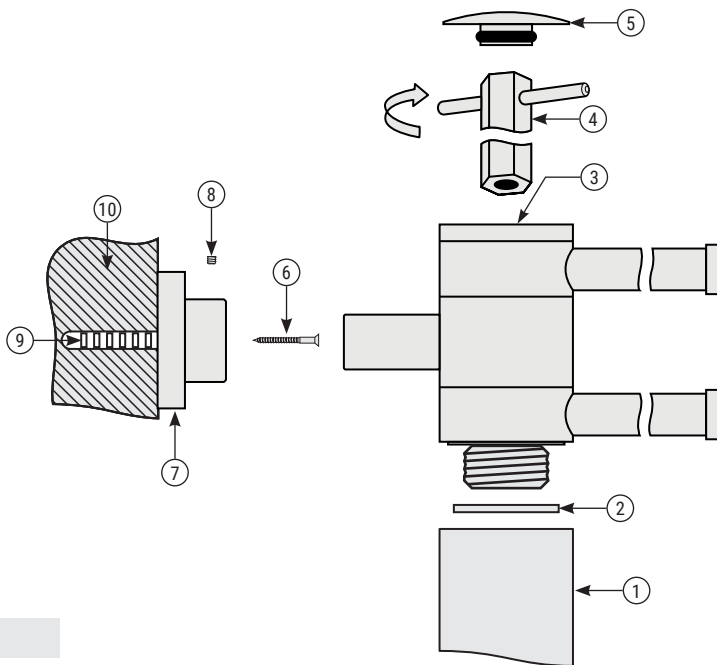

Рис. 1
1.2. Конструктивно полотенцедержатель имеет четыре модификации (рис. 1, 2, 3, 4).
- 3.4. В процессе сборки использовать только новую фторопластовую прокладку для коллектора, которая идет в комплекте (рис. 1 «2»).
- 3.5. Для установки полотенцедержателя на дизайн-радиатор необходимо закрепить его на коллекторе посредством резьбового соединения согласно схеме (рис. 1).
- 3.6. Для обеспечения герметичности повернуть до упора корпус полотенцедержателя по часовой стрелке ключом ШГ №12 (рис. 1 «4»), с усилием равным $70 \text{ Н/м} - 7 \text{ кг/м}$.
ВНИМАНИЕ! Корпус кронштейна, саморез, дюбель (рис. 1) в комплект поставки не входят.